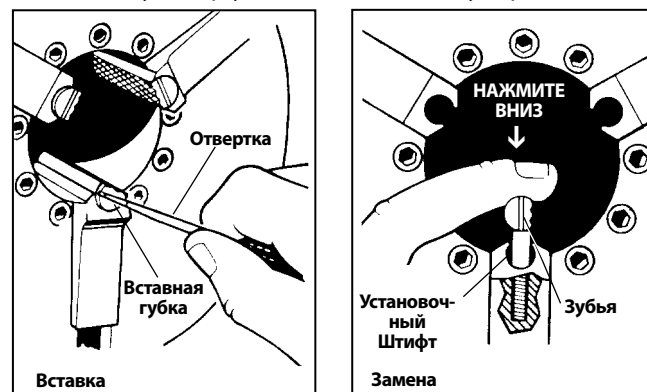

Рис. 31 – Замена вставных губок
1. Вставьте отвертку в паз вставной губки и поверните ее на 90 градусов в любом направлении. Извлеките вставную губку (Рис. 31).
2. Установите вставную губку перпендикулярно установочному штифту и нажмите вниз до упора (Рис. 31).